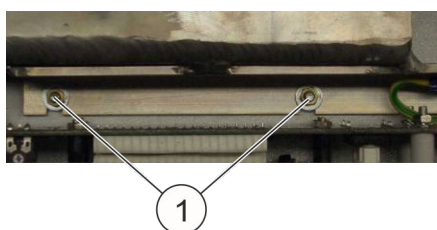

Fig. 88: Fijación del depósito
- 14.** ▶ Quitar las tuercas M3 (Fig. 88/1) de la fijación del depósito con una llave de vaso de 5,5 mm.